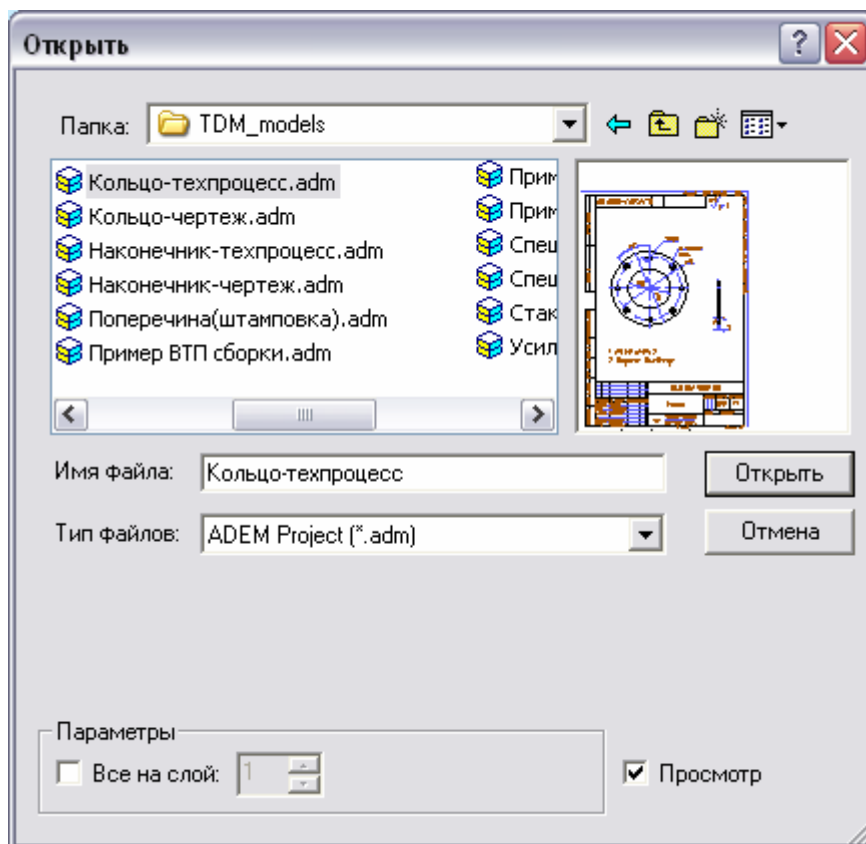

Рис. 1. Диалог «Открыть файл».
Открыть существующий документ можно с помощью команды **Открыть** в меню **Файл** или с помощью кнопки  на панели инструментов **Стандартная ТДМ**. Команда **Открыть** позволяет открывать документы, хранящиеся на жестком диске компьютера, или на сетевом диске, к которому имеется доступ. Если установлен флажок **Просмотр**, диалоговое окно **Открыть файл** (см. Рис. 1) отображает слайд, позволяющий просмотреть **CAD** содержимое файла перед его открытием.
2. Выберите файл (см. Рис. 1). Нажмите кнопку **Открыть**, чтобы открыть выбранный документ. Нажмите кнопку **Отмена**, чтобы отменить выбранное действие.